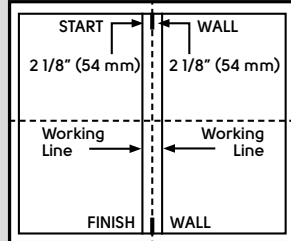
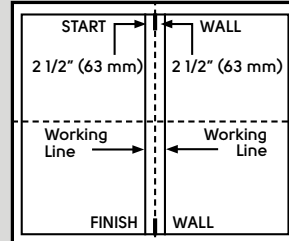

Fig. 2a
Fig. 2b
2. Mida  $2\frac{1}{8}$ " (54mm) para tablonces de 6" de ancho (Fig. 2a) o  $2\frac{1}{2}$ " (63mm) para tablonces de 7" de ancho (Fig. 2b) de izquierda a derecha de la marca central en ambos extremos de la habitación y trace una línea con gis.